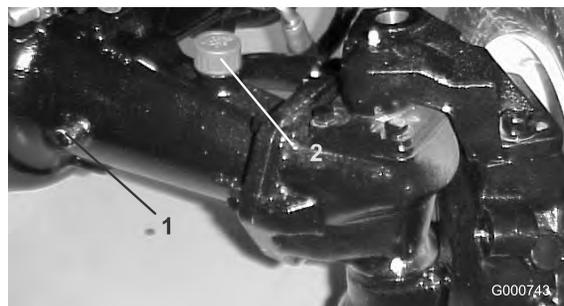

Bild 70
2. Nehmen Sie eine Prüfschraube (Bild 70) von einem Achsenende ab und vergewissern Sie sich, dass das Schmiermittel bis zur Unterkante des Lochs steht. Entfernen Sie bei niedrigem Ölstand die Füllschraube (Bild 70) und füllen genug Öl